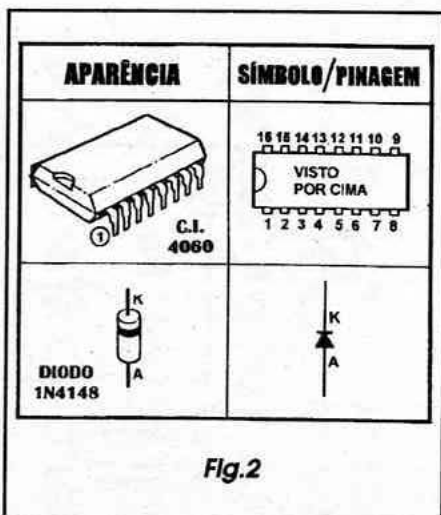
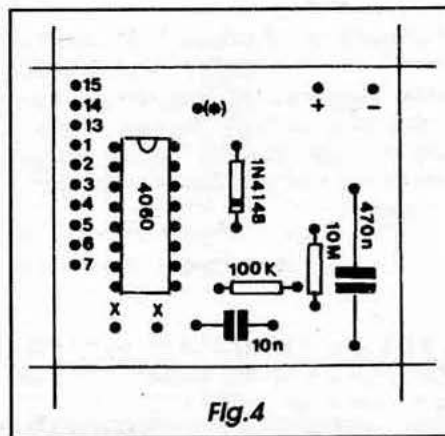

Fig. 2
Fig.4
- FIG. 2 - PRINCIPAIS COMPONENTES DA MONTAGEM - Como as *lições* (incluindo a PRÁTICA...) do AB-CDE constituem uma *ilha* especial dentro de APE, excepcionalmente mostramos aqui detalhes bem *mastigadinhos* sobre os componentes principais das montagens, principalmente no que diz respeito à suas aparências, pinagens, símbolos, identificações de polaridades das *pernas*, etc. Os dois únicos componentes polarizados da montagem são o Integrado 4060 e o diodo 1N4148, ambos mostrados com os referidos detalhes, na figura...
- FIG. 4 - CHAPEADO DA MONTAGEM - sobre o lado não cobreado da placa (mostrado no diagrama, em escala 1:1...) ficam praticamente todos os componentes do circuito (menos a alimentação, o interruptor e o transdutor...), conforme arranjo claramente estilizado na figura... Observar, principalmente, a orientação do integrado e do diodo, componentes polarizados (rever, se preciso, a FIG. 2). Já quanto aos resistores e capacitores comuns (não polarizados), o único requisito é que tenham seus valores corretamente lidos antes da sua colocação na placa, de modo que não ocorram trocas de lugar... Quanto a tais procedimentos, o leitor/aluno que ainda tiver dúvidas pode recorrer ao TABELÃO APE... Terminadas as soldagens, uma boa verificação deve ser feita, sempre comparando a montagem real com os gabaritos mostrados nas figuras da presente lição... Cortam-se, finalmente, as sobras dos terminais dos componentes, pelo lado cobreado da placa, antes porém verificando as condições dos pontos de solda, e corrigindo eventuais deficiências encontradas nos ditos cujos...